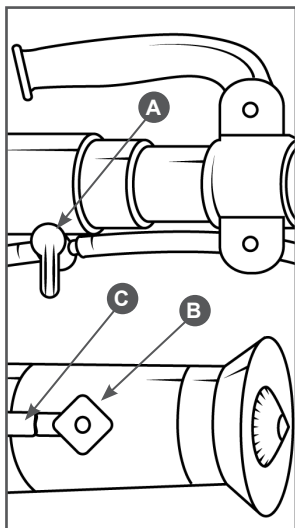

Рис. 19 Настройка дозатора
Запорный кран А (Рис. 19) открывает и перекрывает подачу раствора.
- Количество подаваемого раствора может изменяться поворотом регулятора В дозатора (Рис. 19) на сопле.
Позиция «1» на регуляторе дозатора это минимальный расход распыляемой жидкости, а «4» - максимальный. Необходимый номер позиции регулятора должен быть установлен напротив шланга сопла С (Рис. 19).